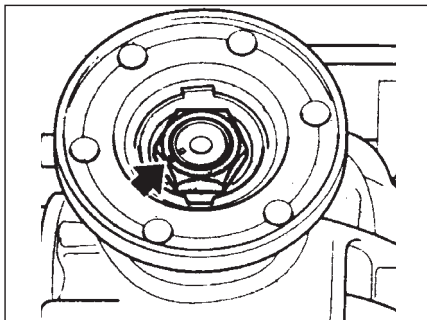

Рис. 17.7. Маркировка
- Снять стопорную шайбу (7, см. рис. 17.4), замаркировать взаимное положение гайки (рис. 17.7) по отношению к валу ведущей шестерни ГП.
резьбы. Затянуть гайку с буртиком до совмещения меток (см. рис. 17.7)